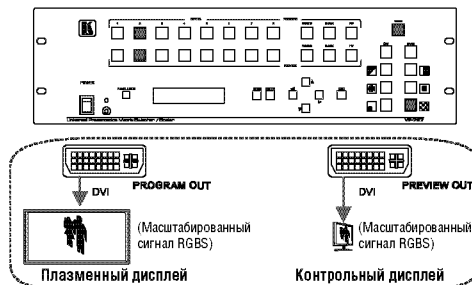

Рис. 8. Пример использования контрольного и программного выходов
Как показано в примере на рис. 8, после проверки результата масштабирования изображения с источника RGB в DVI, оператор переводит сигнал с контрольного выхода на программный, заменяя ранее демонстрировавшееся изображение с использованием эффекта перехода, в данном случае «шахматной доски».
- в режиме повторения после нажатия на кнопку *TAKE* сигнал на программном выходе повторяет сигнал на контрольном (пример на рис. 8 показан именно для этого режима)
- в режиме обмена после нажатия на кнопку *TAKE* сигналы на программном и контрольном выходах меняются местами. Если бы в примере на рис. 8 использовался этот режим, то при нажатии на кнопку *TAKE* сигнал источника RGB был бы выдан на программный, а компонентного — на контрольный выходы. Изменение источника сигнала для выходов было бы отражено также в подсветке кнопок в группах *PROGRAM* и *PREVIEW*.